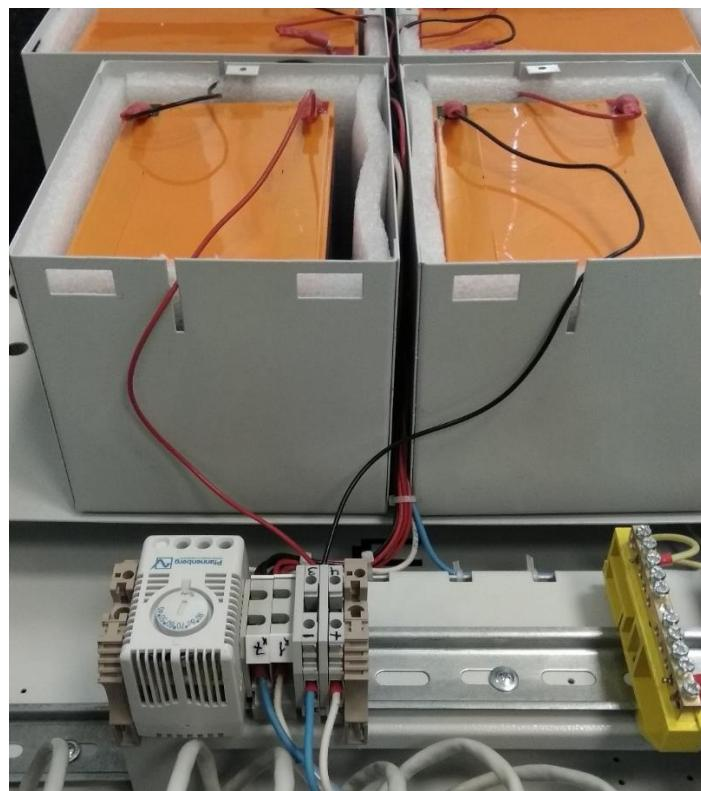

Рисунок 9.5 – подключение сборки АКБ к клеммам на DIN-Рейке
4. Положительный провод первой АКБ и отрицательный провод последней АКБ подключить к клеммам входа АКБ для ИБП на DIN-Рейке (рисунок 9.5)